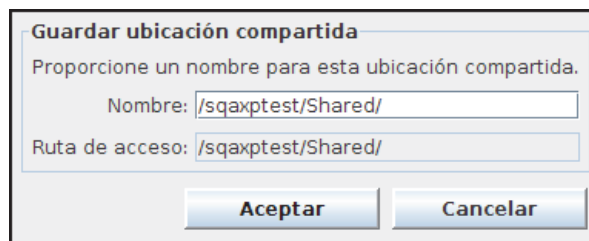

Figura 8-14 Cuadro de diálogo Save Shared Location (Guardar ubicación compartida)
2. Aparece un cuadro de diálogo donde se puede cambiar el nombre de la carpeta compartida, si se desea (consulte Figura 8-14).